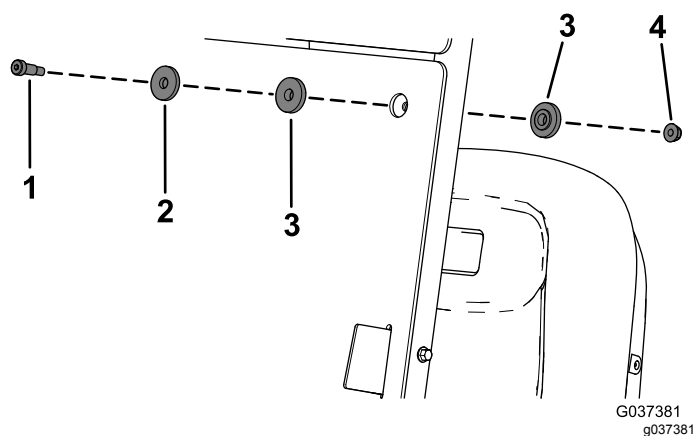

Рисунок 4
3. Прикрепите нижнее ветровое стекло к кронштейнам на трубках навеса через верхние отверстия, используя 2 винта с буртиками (5/16 x 1 1/4 дюйма), 2 опорные шайбы, 4 фланцевые втулки и 2 фланцевые гайки (5/16 дюйма), как показано на Рисунок 4.
5. Прикрепите другую часть нижнего ветрового стекла к кронштейнам на трубках навеса, используя 3 винта с буртиками (5/16 x 1 1/4 дюйма), 3 опорные шайбы, 6 фланцевых втулок и 3 фланцевые гайки (5/16 дюйма), как показано на Рисунок 4.